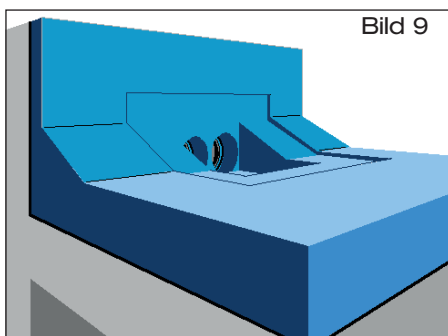

Bild 9
- 2.1 Wärmedämmplatten verlegen. Konturen des Dachablaufs in Wärmedämmung einarbeiten (Bild 9). Der Festflansch des Dachablaufs soll gemäß Flachdachrichtlinien oberflächenbündig in die Unterlage eingelassen werden.